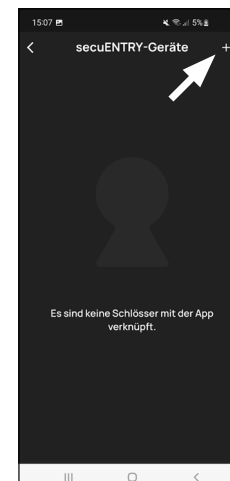

Fig. 2
- La aplicación muestra un listado de los cilindros que ya están registrados. Cuando se configure por primera vez, la lista estará vacía. Para configurar un nuevo cilindro, pulse en «+» en la esquina superior derecha (Fig. 2).